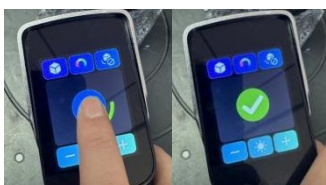

图 8-3 长按屏幕进度条显示图
3、选择对应数据处理方式并点击按钮，即可进行点云计算。也可通过长按触摸屏  按钮，等待绿色圆环进度条走完一圈，松手后变为绿色√，即可结束扫描，进行点云计算，如图 8-3 所示。
4、点云处理完毕后，目录树中将跳至点云界面，并生成点云模型，如图 8-3 所示。点击软件上方的“非连接项”功能按钮，软件可自动选中不与扫描主体相连的数据，并用红色显示，点击右键选择“删除”，可直接删除红色数据。